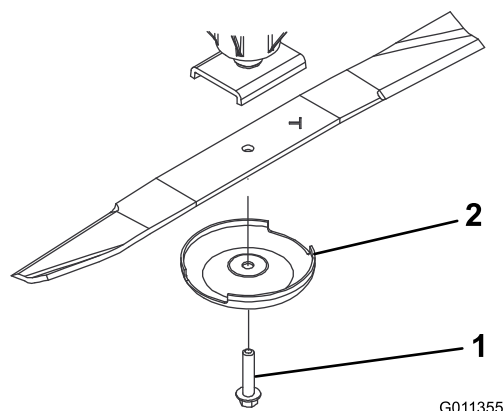

図 70
- ブレードの一端部をウェスで包むか手に頑丈な手袋をはめるかして、ブレードを手で持ち、ブレードボルト、芝削り防止カップ、ブレードをスピンドルシャフトから外す 図 70。
- ブレードはセイルを天井に向けて取り付け、芝削り防止カップとブレードボルトで固定する 図 70。